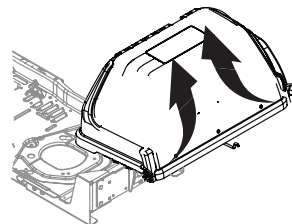

Figure 10
6. Ouvrez le couvercle du bac récupérateur en appuyant sur les encoches et en soulevant le couvercle supérieur. Voir Figure 10.